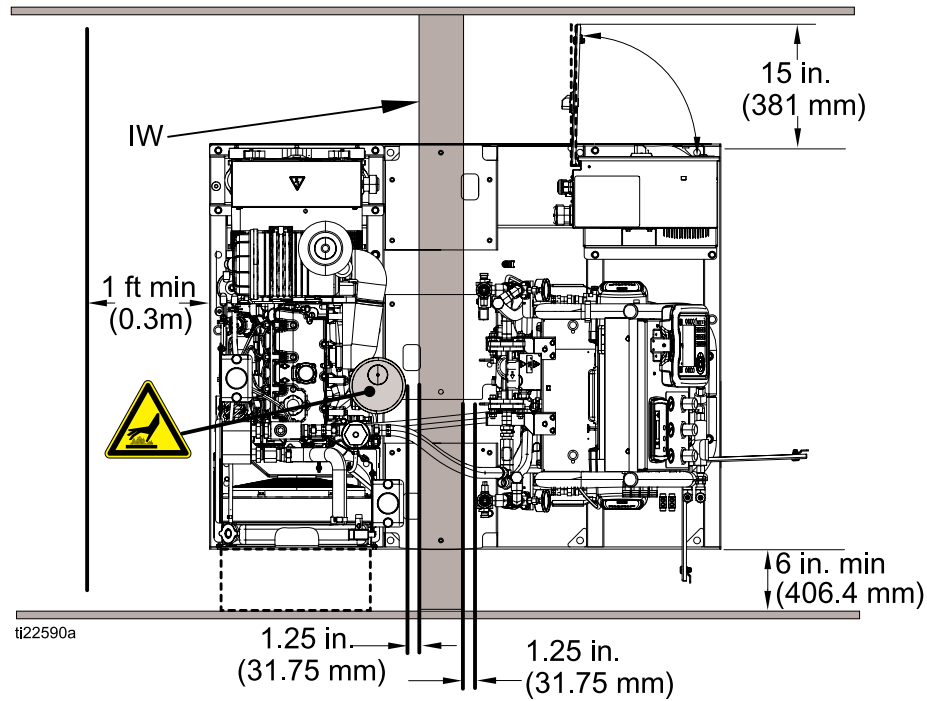

Figure 22 Vista dall'alto con parete
4. Installare una parete (IW) nel punto in cui è stato posizionato il serbatoio del carburante. Verificare che vi sia uno spazio di almeno 31,75 mm (1,25 poll.) tra la parete e il silenziatore dello scarico. Vedere la Fig. 22.